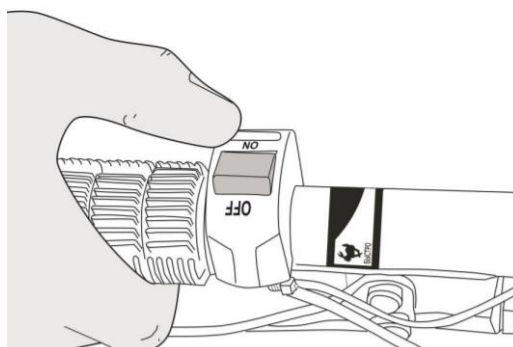

Рисунок 11 – Выключатель двигателя
6.4. Переведите выключатель двигателя в положение On (Вкл) (рисунок 11).